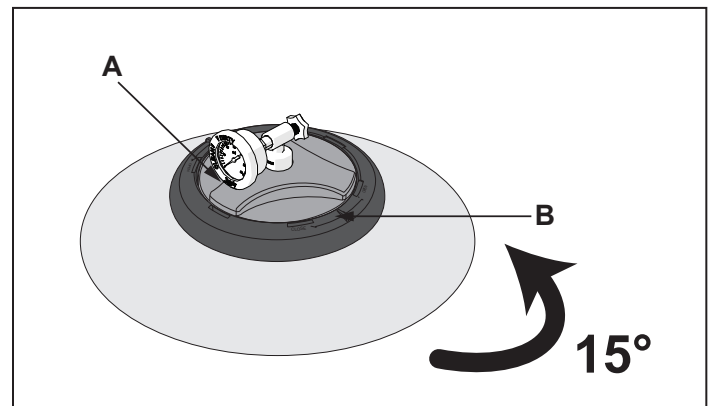

Figura 7. Afloje la rueda manual
- Tenga cuidado de no desenganchar la tubería de ventilación y la pantalla de ventilación. Consulte la Figura 7.
12. Asegúrese de que la tubería de escape automático esté en su lugar (enroscada a través del difusor) y de que la pantalla de ventilación esté instalada en la parte superior de la tubería de ventilación. Consulte la Figura 7.
1. Gire la rueda manual (A) en sentido antihorario hasta que se afloje. Consulte la Figura 7.
3. Antes de extraer la tapa, gírela 15° en sentido antihorario (B), consulte la Figura 7. Eleve toda la tapa por la rueda manual.